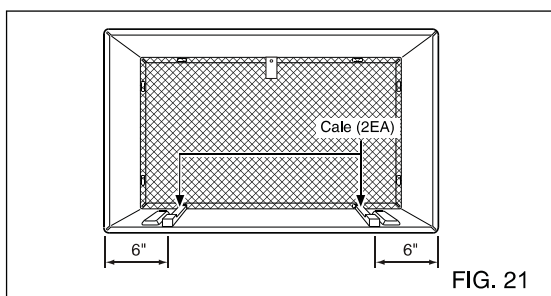

FIG. 21
- 7** Retirer le film protecteur des bandes de calages 13 w et attachez-les comme montre à la Fig. 21. La partie supérieure du calage doit être place à l'avant de la nervure du manchon.